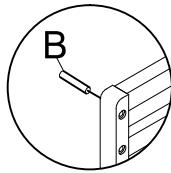

FIG.1:
Assembler le cadre latéral droit (2) par le trou situé sur le cadre arrière (1) à l'aide des vis à six pans (A) et des rondelles élastiques (C), comme indiqué à la Fig. 1. Serrer toutes les vis à l'aide de la clé Allen (D).
Attacher une broche métallique (B) au cadre latéral gauche (3), comme illustré à la Fig. 1.